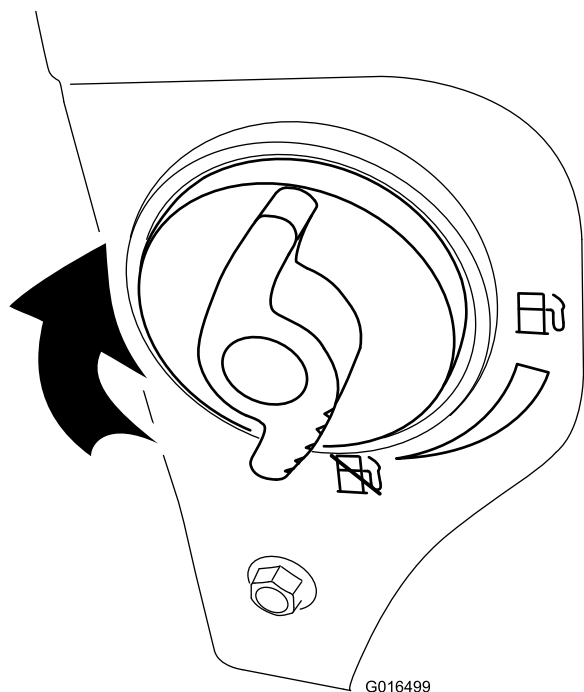

Figure 31
4. Fermez le robinet d'arrivée de carburant en le tournant dans le sens horaire (Figure 31).